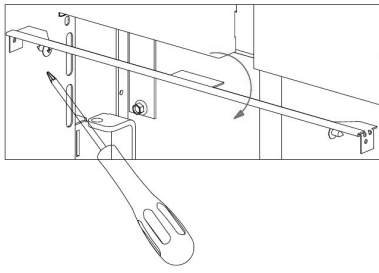

Fig. 58 - Retirer des profils
- Dévisser les 4 vis et retirer les profils noirs situés sur et sous la porte (voir **Fig. 58**).